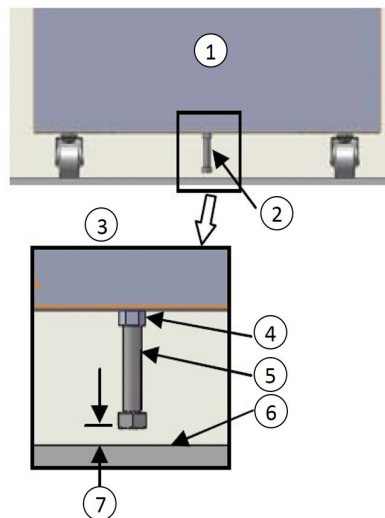

Figura 2. Posizionamento del bullone
- Svitare il bullone da 1/2" finché non si ottiene uno spazio di 1/2" tra il pavimento e la testa del bullone come mostrato nella *Figura 2* di seguito.